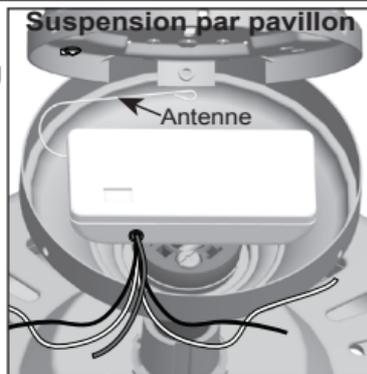

Figure 4
**Suspension par pavillon (Fig. 4):** Placez le récepteur dans le pavillon. Connectez le câblage comme indiqué à la figure 9. Faites passer l'antenne par une des ouvertures dans la plaque de plafond (d'environ 7,5 à 15 cm).